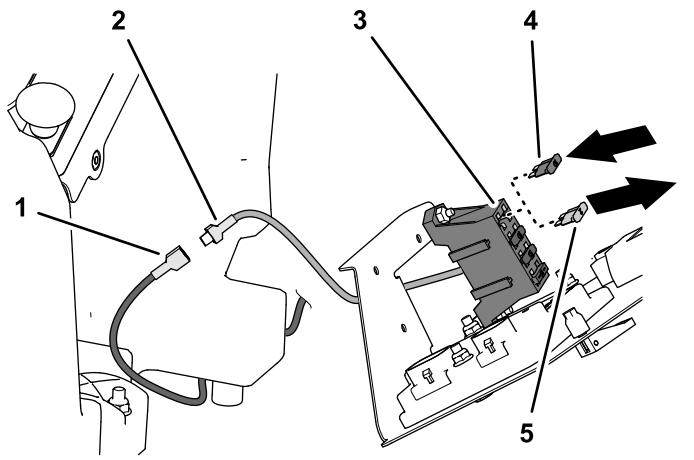

Figure 41
2. Amenez le câble d'alimentation auxiliaire (gaine verte) du faisceau (kit) dans le compartiment des commandes de l'utilisateur (Figure 41).
3. Sur le porte-fusibles (Figure 41), connectez les paires de câbles suivantes :
4. Insérez le fusible (10 A) dans l'emplacement libre du porte-fusibles (Figure 41).